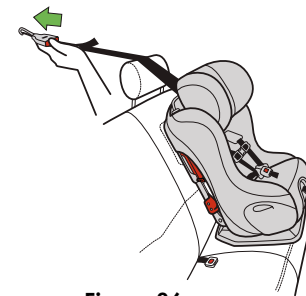

Figure 86
- Allongez la courroie d'ancrage supérieure en appuyant sur le bouton de réglage/déverrouillage tout en tirant la sangle, tel qu'illustré dans la **Figure 86**.